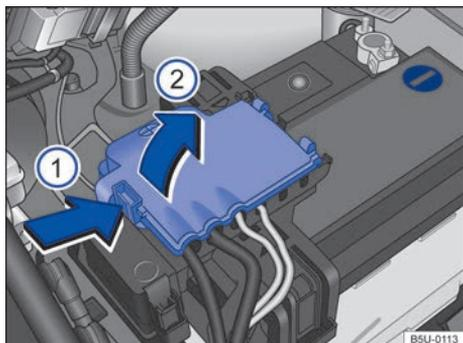

Fig. 177 Compartimento del motor: acceso al terminal positivo de la batería.
- Abra la cubierta del polo positivo. Para abrir, presione la traba en el sentido de la flecha ⇒ fig. 177 ①, pliegue la cubierta hacia el costado en el sentido de la flecha ②.